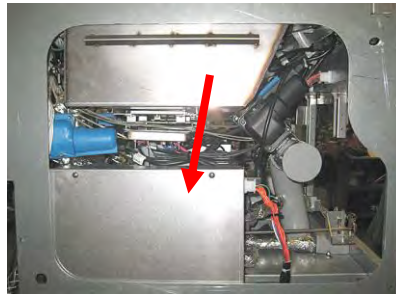

Figura 35
5. Remova os dois parafusos que fixam a cobertura da tampa da caixa do contator à caixa do contator (consulte a Figura 35).